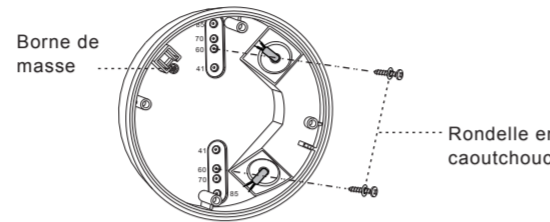

FIG. 15
4.4.3.3 Choisissez les points à chasser adéquat pour fixer la boîte de jonction sur la surface du panneau du plafond avec 2 pcs vis à bois attachées à une rondelle en caoutchouc (voir FIG. 15).